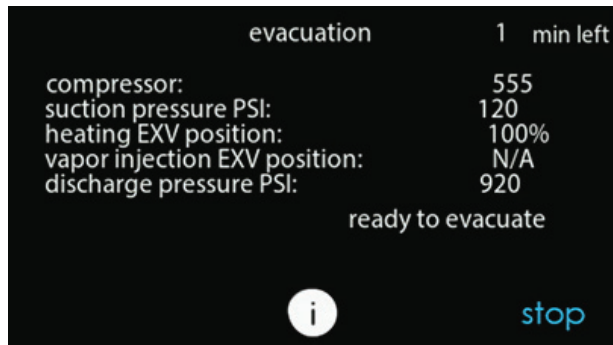

Fig. 25 – Écran d'état des capteurs
5. Dès que l'interface utilisateur indique que le détendeur électronique est ouvert, démarrez l'évacuation ou la récupération du frigorigène tel que requis par la procédure. La thermopompe peut être éteinte dès que l'interface utilisateur indique « READY TO EVACUATE » (prêt à l'évacuation). Consultez la Fig. 25.